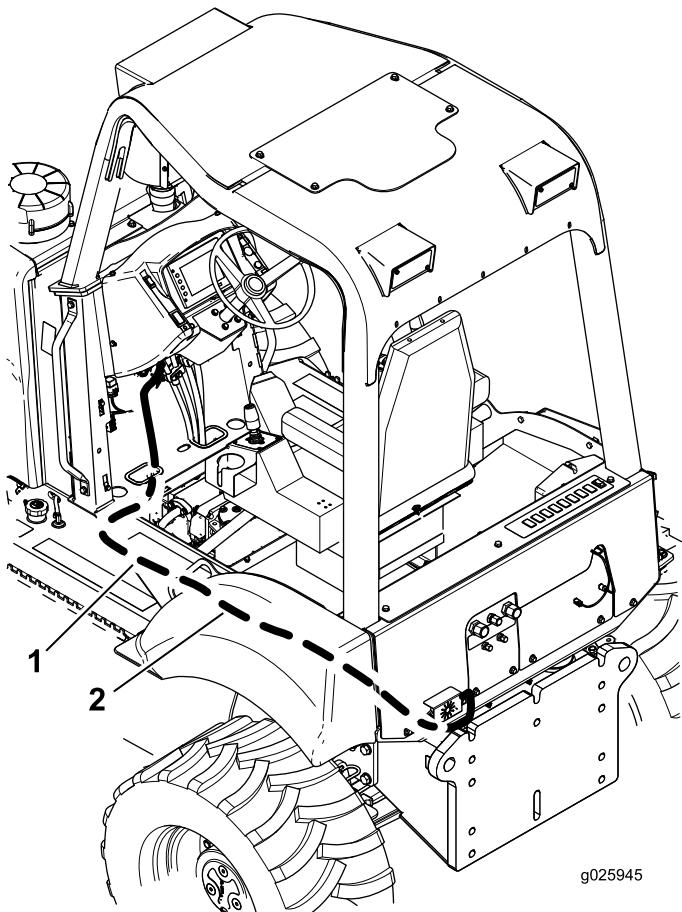

図 4
4. ハーネスをキャブの下からステアリングコラムの下部へ導く (図4)。